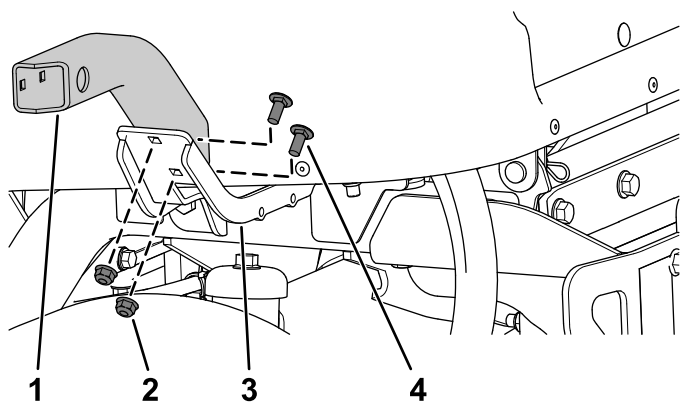

Figura 18
4. Prenda a montagem curta esquerda à montagem esquerda utilizando dois parafusos de carroçaria ($\frac{5}{16}$ pol. x $\frac{3}{4}$ pol.) e duas porcas flangeadas ($\frac{5}{16}$ pol.), como se mostra na Figura 18.